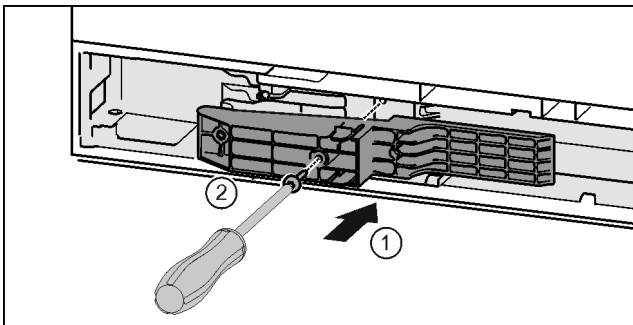

Fig. 45 *
- ▶ Sätt adaptorn på handtagssidan i urtaget. Fig. 45 (1)*
- ▶ Dra åt skruvarna med skruvmejsel T15. Fig. 45 (2)*